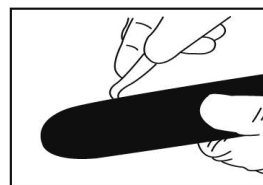

Fig. 7A
- Mantenere pulita la scanalatura della barra e il foro di lubrificazione utilizzando un detergente per scanalature (Fig. 7A).